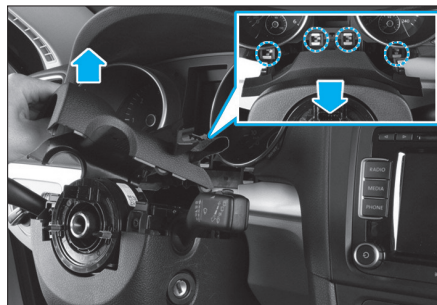

Fig. 3
- Dégrafer la coquille supérieure en tirant la partie avant vers le haut et la partie arrière vers soi (Fig.3).